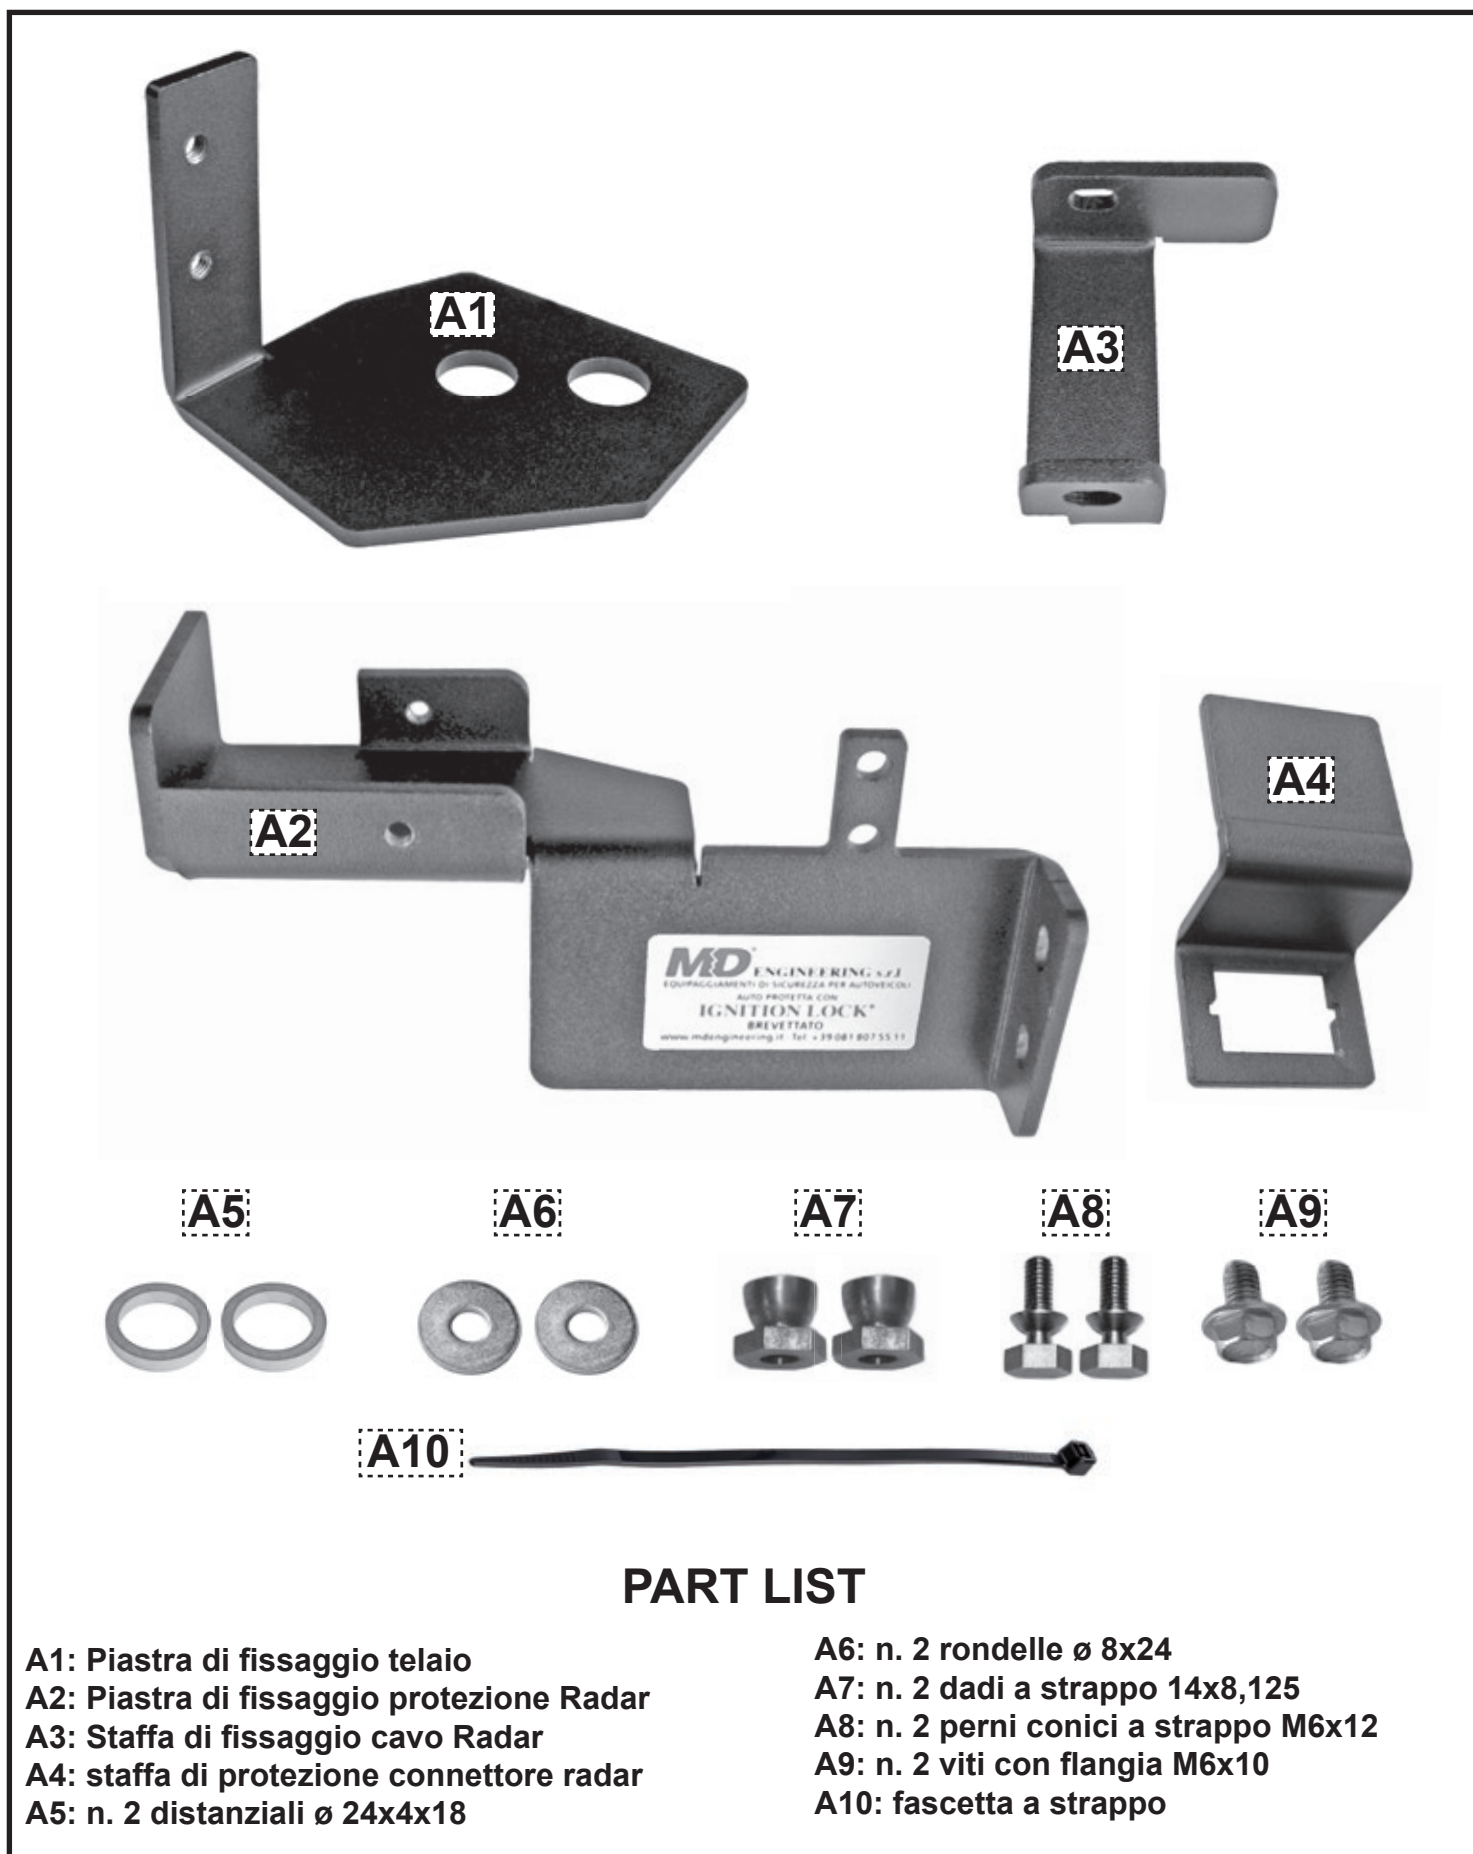

FIGURA 1
- **Nella figura 1** sono raffigurati tutti i componenti del **kit protezione Radar cod. MDE 65A Alfa Romeo Stelvio diesel**.